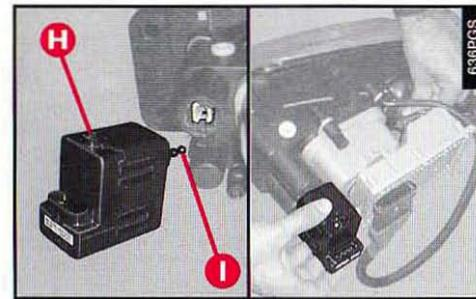

fig. 33
– Placer le moteur d'orientation des phares (**H-fig. 33**) et le bloquer en le tournant vers l'extérieur.
AVERTISSEMENT En montant le moteur, appuyer sur le connecteur du feu de route et s'assurer que la sphère du moteur (**I-fig. 33**) s'insère correctement dans son siège sur le phare.